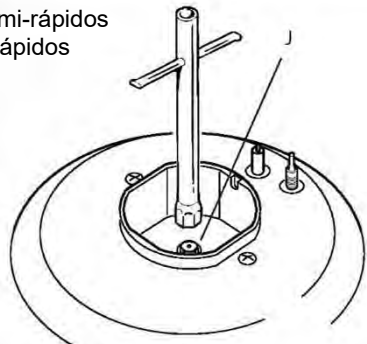
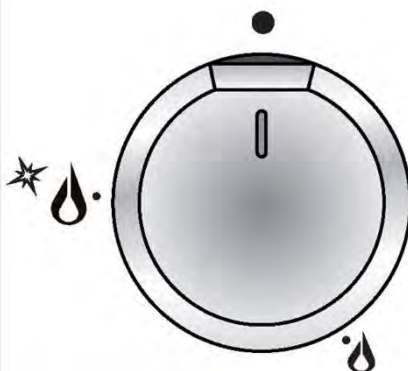

Fig. 2.2
Fig. 2.1
- Usando uma chave, substitua os injetores do bocal "J" (fig. 2.2, 2.3) pelos mais adequados para o tipo de gás para o qual deve ser usado.
O fluxo de gás para os queimadores é ajustado rodando os botões (ilustrado na fig. 2.1) que controlam as válvulas de segurança. Rodar o botão, de modo que a linha indicadora aponte para os símbolos impressos no painel, alcança as seguintes funções:
1. Prima no botão correspondente e rode no sentido contrário ao dos ponteiros do relógio (fig. 2.2) para a posição da chama cheia marcada pelo símbolo de  (fig. 2.1); segure o botão até que a chama esteja acesa.